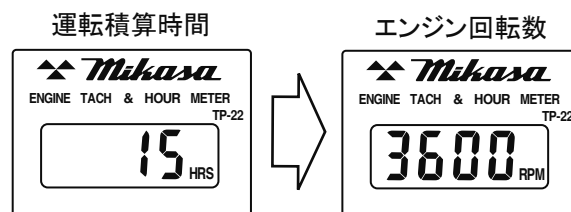

図 7
5. エンジンが動いていない時はアワータコメーターは「運転積算時間」を表示しています。エンジンが始動すると「エンジン回転数」の表示に変わります。(図7)